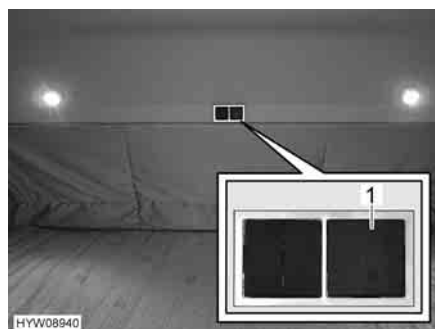

Fig. 88 Interruttore centrale per illuminazione
L'interruttore centrale (Fig. 88,1) accende e spegne tutte le luci o una parte. È possibile memorizzare una determinata combinazione di luci come "scena". Questa combinazione sarà poi regolata tramite l'interruttore centrale.
- Premere brevemente l'interruttore centrale (Fig. 88,1). Vengono accese tutte le luci dell'abitacolo.
- Premere l'interruttore centrale (Fig. 88,1) per circa 10 secondi. Se le luci lampeggiano brevemente, significa che la "scena" è stata memorizzata correttamente.